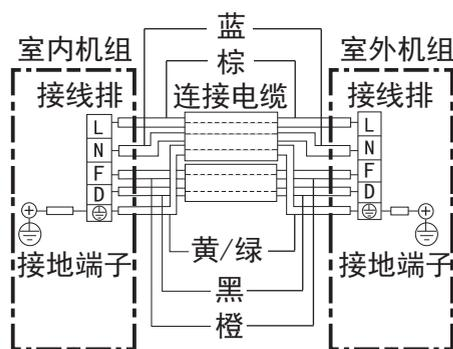

图13
(1) 用附件 ⑧ 及 ⑩ 连接电缆按接线图13要求正确地连接室内外机组，绝对不可连接错误。
(2) 连接电缆必须用室内外机组上的连接线压板压紧。
- 接地线必须根据图13所示用连接电缆中黄/绿色导线接至带有“⊕”标记的接线端子上。